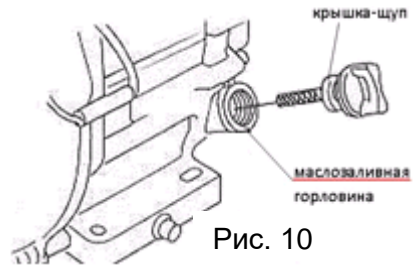

Рис. 10
1. и протрите измерительный щуп. (см рис. 10)